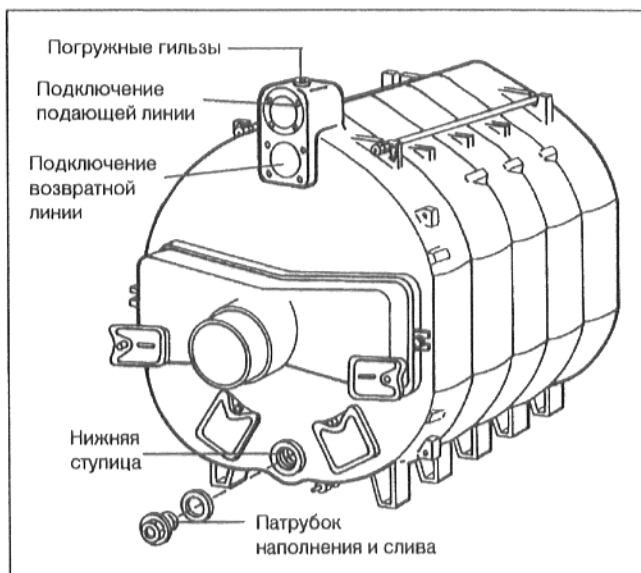

рис. 16
- Погружную гильзу 3/4" (длиной 110 мм) вставить герметично поверх подключения подающей линии (рис. 16).
- В случае негерметичности одного из ниппельных соединений необходимо вначале спустить воду посредством наполнительного и сливного крана (рис. 16).